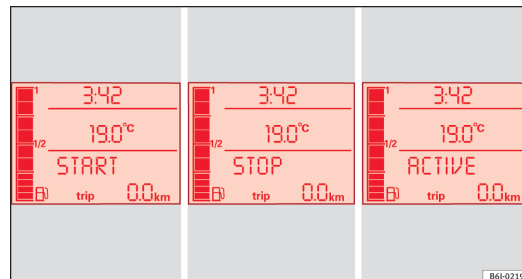

Abb. 101 Anzeige am Display des Kombiinstrumentes während des Start-Stopp-Betriebs
- Am Display des Kombiinstrumentes wird der Funktionszustand des Start-Stopp-Systems angezeigt → **Abb. 101**.